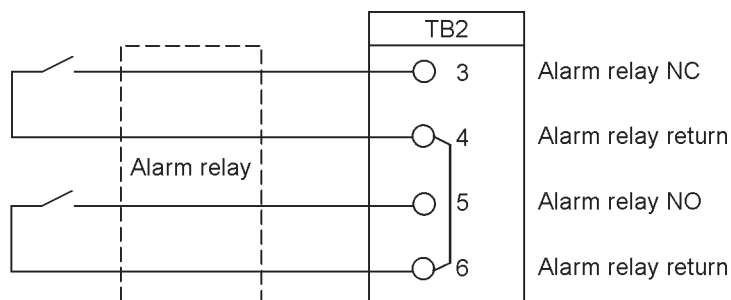
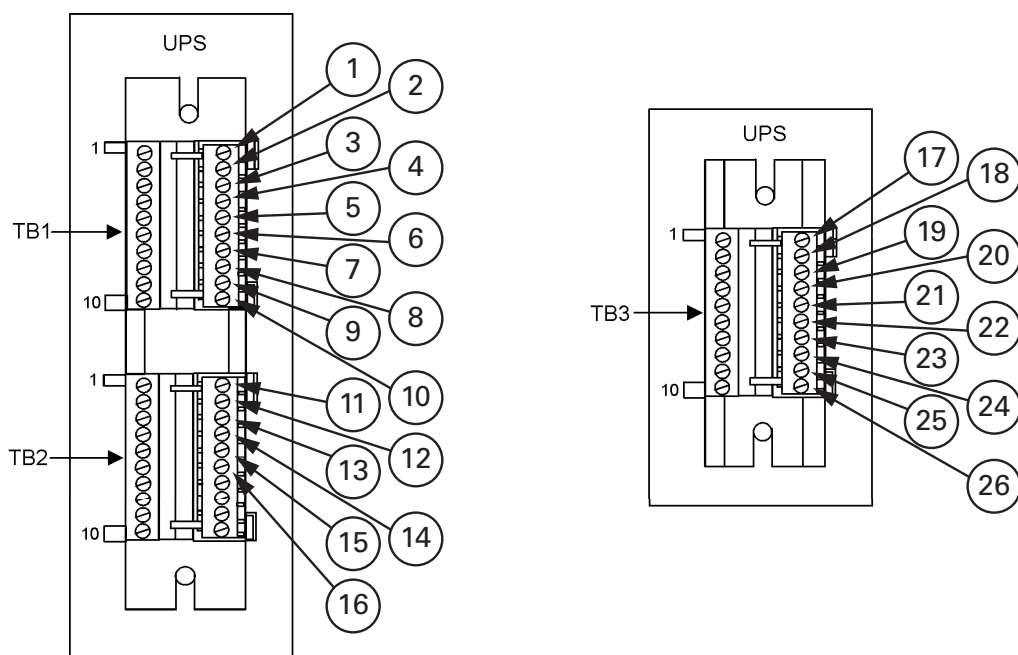
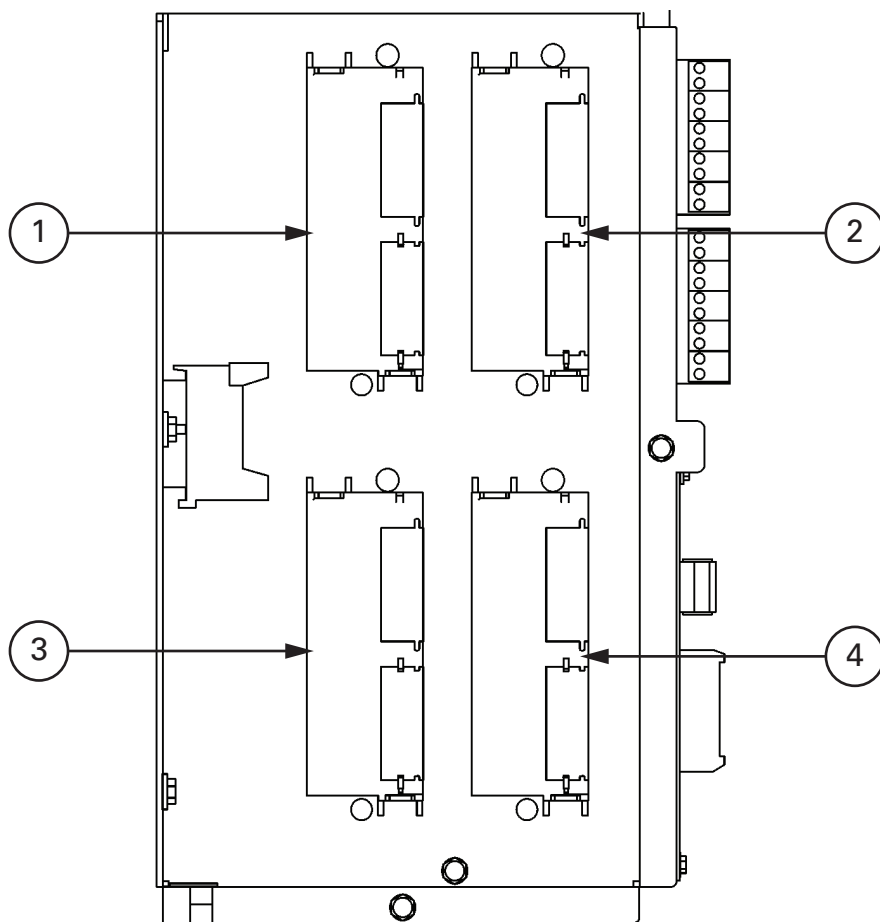

Рис. 4-8. Типовое подключение аварийного реле
Рис. 4-10. Назначение разъемов клеммных блоков TB1, TB2 и TB3
Рис. 4-12. Коммуникационные разъемы X-Slot
7. Расположение соответствующих клемм, а также требования по проводке и ее подключению см. на Разд. 3.2.3 на стр. 24, Табл. 4-1 на стр. 51, и с Рис. 4-8 по Рис. 4-10.
Для информации о подключении разъемов TB1, TB2 и TB3 см. Рис. 4-10, а для детали AA – Рис. . Коммуникационные разъемы X-Slot представлены на Рис. 4-12.
5. Проведите и подключите линию LAN, телефонную линию и другие кабели к соответствующим картам X-Slot. Расположение X-Slot см. на Рис. 4-9 на стр. 47 и Рис. 4-12.
7. Расположение соответствующих клемм, а также требования по проводке и ее подключению см. на Табл. 4-1 на стр. 51, и с Рис. 4-8 по Рис. 4-12.
6. Установите карту HotSync CAN Bridge в открытый коммуникационный разъем X-Slot в передней части ИБП. Расположение коммуникационных разъемов X-Slot см. на Рис. 4-8 на стр. 46 и Рис. 4-12 на стр. 53.
6. Расположение соответствующих клемм, а также требования по проводке и ее подключению см. на Разд. 3.2.3 на стр. 24, Табл. 4-1 на стр. 51, и с Рис. 4-8 на стр. 46 по Рис. 4-12.